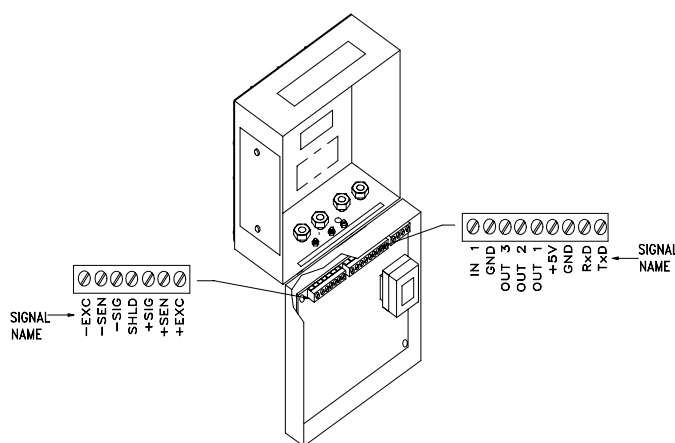

Figura 5
5. Apriete la parte superior del panel delantero contra el recinto y súbalo hasta sacarlo de las dos presillas superiores. La tapa se abatirá hacia abajo (Figura 5), articulada por un cable en la parte inferior.